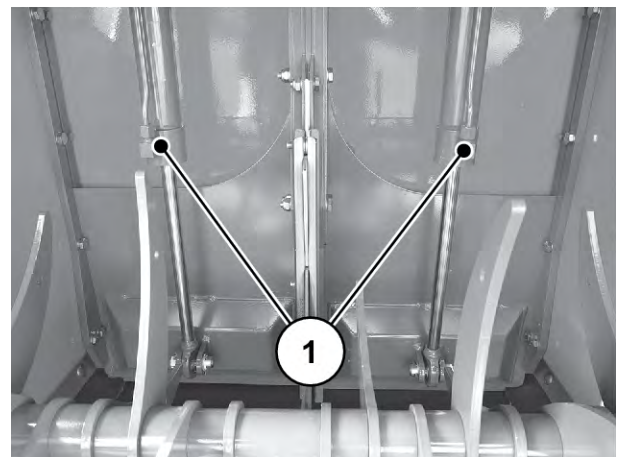

Fig. 101: Hydraulcylinder fördoseringsslid
- Fördoseringsslidens hydraulcylinder, Fig. 101 Hydraulcylinder fördoseringsslid